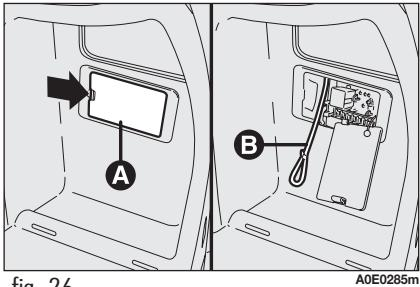

fig. 26
- abra la tapa **A-fig. 26** de acceso a la centralita fusibles ubicada en el lado derecho del maletero interviñendo en el punto indicado por la flecha;